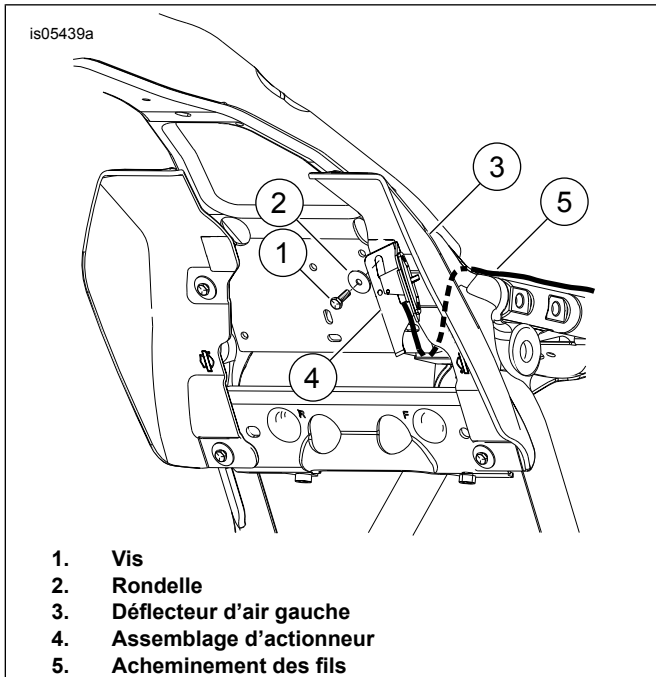

Figure 5. Installation de l'assemblage d'actionneur avec déflecteur d'air à mi-cadre
3. Consultez Figure 5 . Tirer la pince en plastique de la bougie hors du trou dans la plaque de cadre à l'endroit où le support de la poignée réglable sera monté. Jeter la pince du tuyau en plastique.
8. Figure 5 Vérifiez que le câble de réglage du dossier n'est pas relié au support de montage. À partir de l'extrémité de l'assemblage d'actionneur, acheminer le câble du dossier sous la plaque transversale et vers le haut à travers le cadre (5).
10. Figure 5 Glissez le côté plat du support de l'assemblage d'actionneur (4) derrière les fils et aligner le trou de montage supérieur du déflecteur sur la fente dans le support de la poignée réglable. S'assurer que le crochet/la patte pliée du support s'enclenche dans le bord de la plaque transversale. Une fois aligné, insérer la vis et la rondelle et serrer.